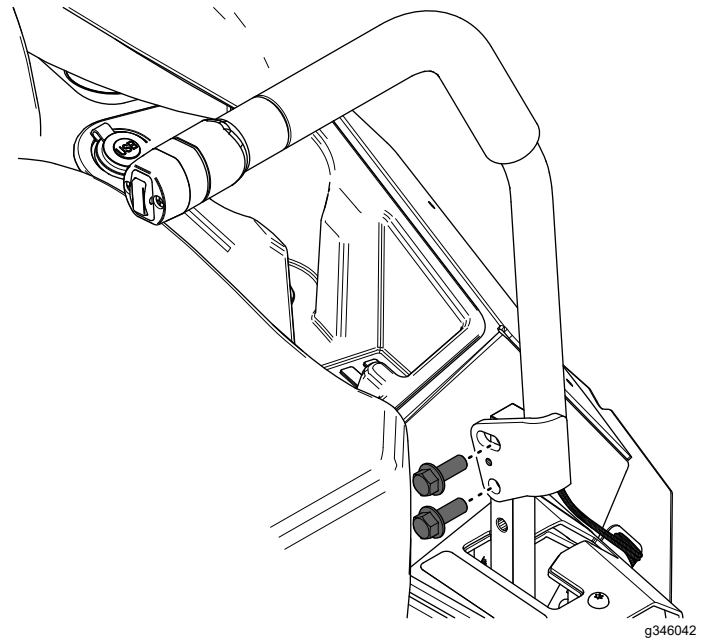

Figura 7
1. Prenda a nova alavanca esquerda de controlo de movimento utilizando os dois parafusos de cabeça flangeada (3/8 pol. x 1 pol.) como se mostra na Figura 7.